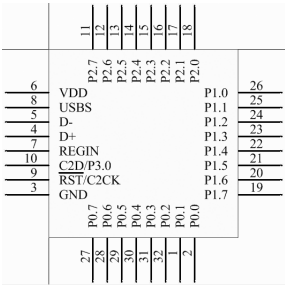

图 11-12 放置好全部引脚的库元件
5) 按照同样的操作, 或者使用阵列粘贴功能, 完成其余 31 个引脚的放置, 并设置好相应的属性。放置好全部引脚的库元件如图 11-12 所示。